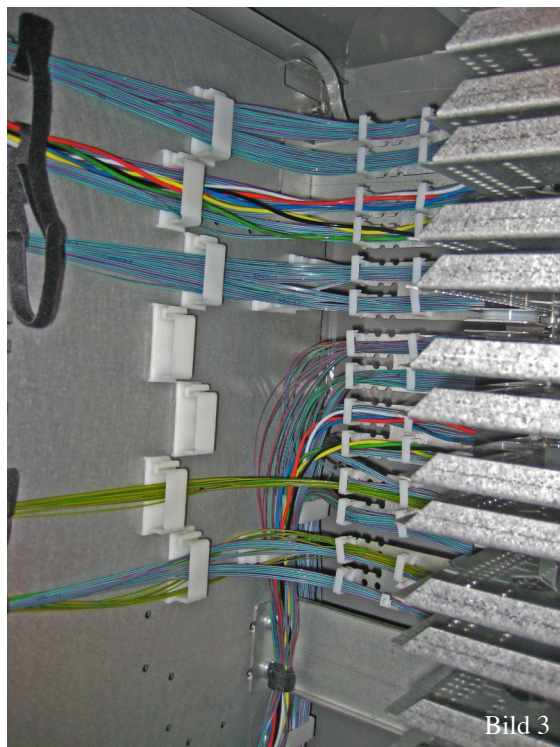

Bild 3
För inkommande fiber i skåpet är det lämpligast att dra fibern i de yttre fiberstyrningarna (A) och utgående fiber i de inre styrningarna (B). Se figur 1 och bild 3.